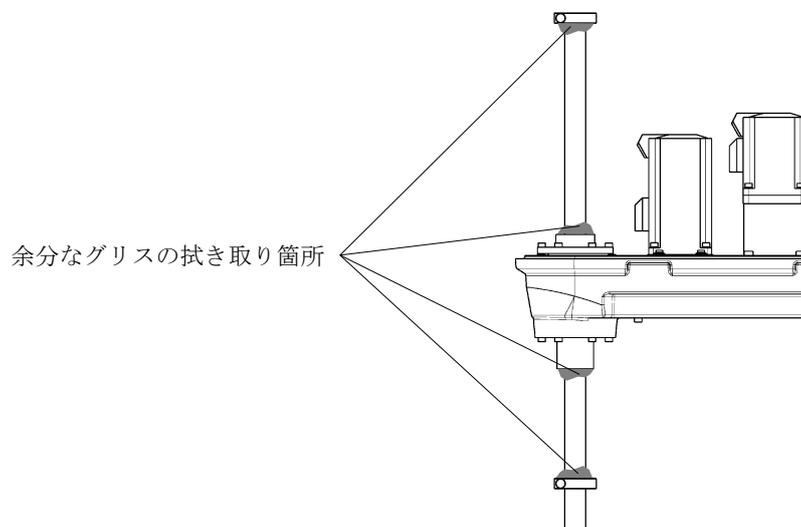

図 6.5 余分なグリスの拭き取り箇所
- 8) 第3軸のブレーキ解除スイッチを押しながら、何度かシャフトを上下させて、ムラのないように、グリスをなじませます。その後、余分なグリスを拭き取り作業完了です。拭き取りを行う箇所については図 6.5を参照下さい。